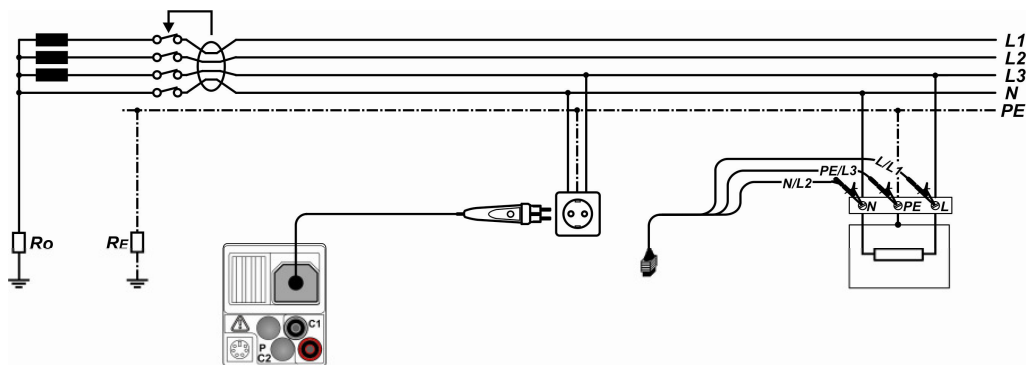

Abbildung 5.17: Anschluss des optionalen Commander-Prüfsteckers (044149) und der 3-Leiter-Prüfleitung
- ☐ Kontaktieren Sie die Prüflinien an das Prüfobjekt (siehe Abbildung 5.17).
- ☐ Kontaktieren Sie die Prüfleitungen an das Prüfobjekt (siehe Abbildung 5.17).
<ul style="list-style-type: none"> ❑ Wählen Sie mit dem Funktionswahlschalter die Schaltstellung FI/RCD. ❑ Stellen Sie die Unterfunktion auf AUTO. ❑ Stellen Sie die Prüfparameter ein. ❑ Kontaktieren Sie die Prüflleitungen an das Prüfobjekt (siehe Abbildung 5.17). ❑ Drücken Sie die Taste TEST, um die Messung zu starten. 	Start der Prüfung